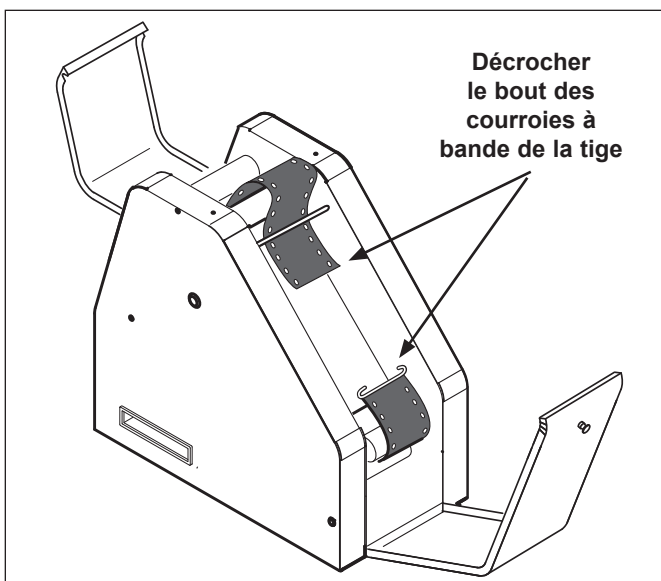

Figure 11. Déconnexion des courroies à bande
7. Localiser la tige de connexion sur les deux courroies à bande (faire tourner les courroies à la main s'il le faut). Déconnecter les bouts des courroies à bande en faisant sortir l'extrémité de courroie de la tige. Voir la figure 11.